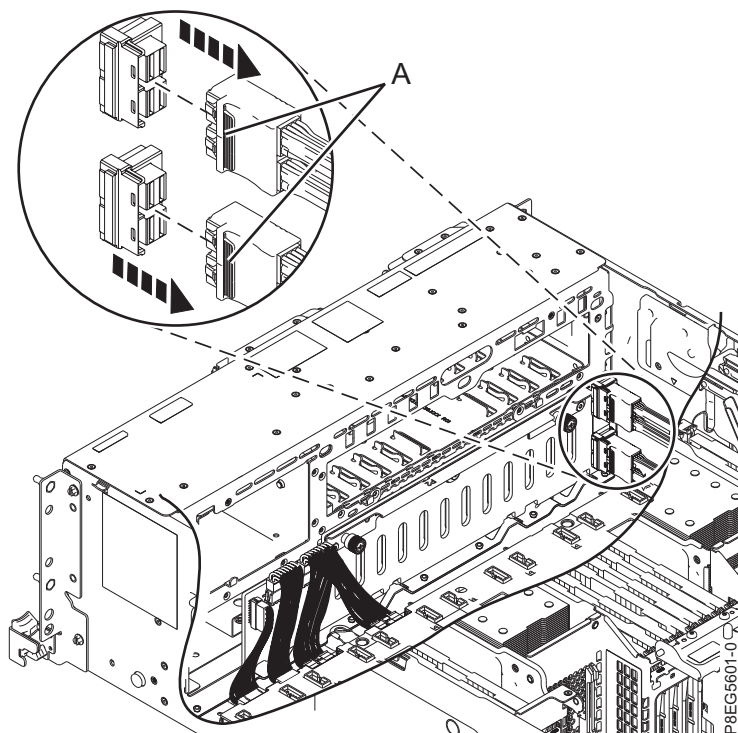

Figura 3. Desconectando os cabos SAS frontais
4. Etiquete os cabos SAS frontais, prestando atenção aos conectores aos quais cada cabo se conecta no painel traseiro da unidade de disco e no adaptador RAID SAS interno. Desconecte os cabos SAS frontais do painel traseiro da unidade de disco pressionando a trava **(A)** e desconectando o cabo conforme mostrado na Figura 3 na página 6.